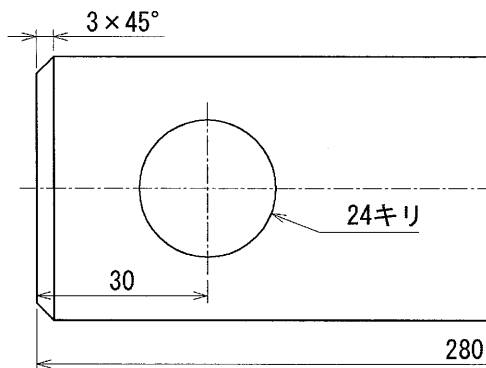

図 1
(ウ) 部品②における「24キリ」の位置については、図1のとおりとし、横位置を示す寸法「30」については、描画しなくてもよいこととする。